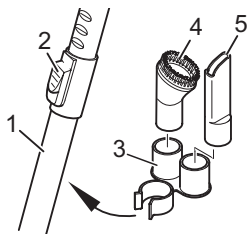

Abb. 5
5. Stecken Sie die Zubehörhalterung (Abb. 5/3) unterhalb der Teleskoprohr-Arretierung (Abb. 5/2) auf das Teleskoprohr (Abb. 5/1). Schieben Sie dann Möbelpinsel (Abb. 5/4) und Fugendüse (Abb. 5/5) auf die Aufnahmevorrichtungen.
■ Als **Zubehör** sind die Fugendüse, der Möbelpinsel und die Polsterdüse im Lieferumfang enthalten. Sie können bei Nichtgebrauch an der Zubehörhalterung (Abb. 5/3) befestigt werden.